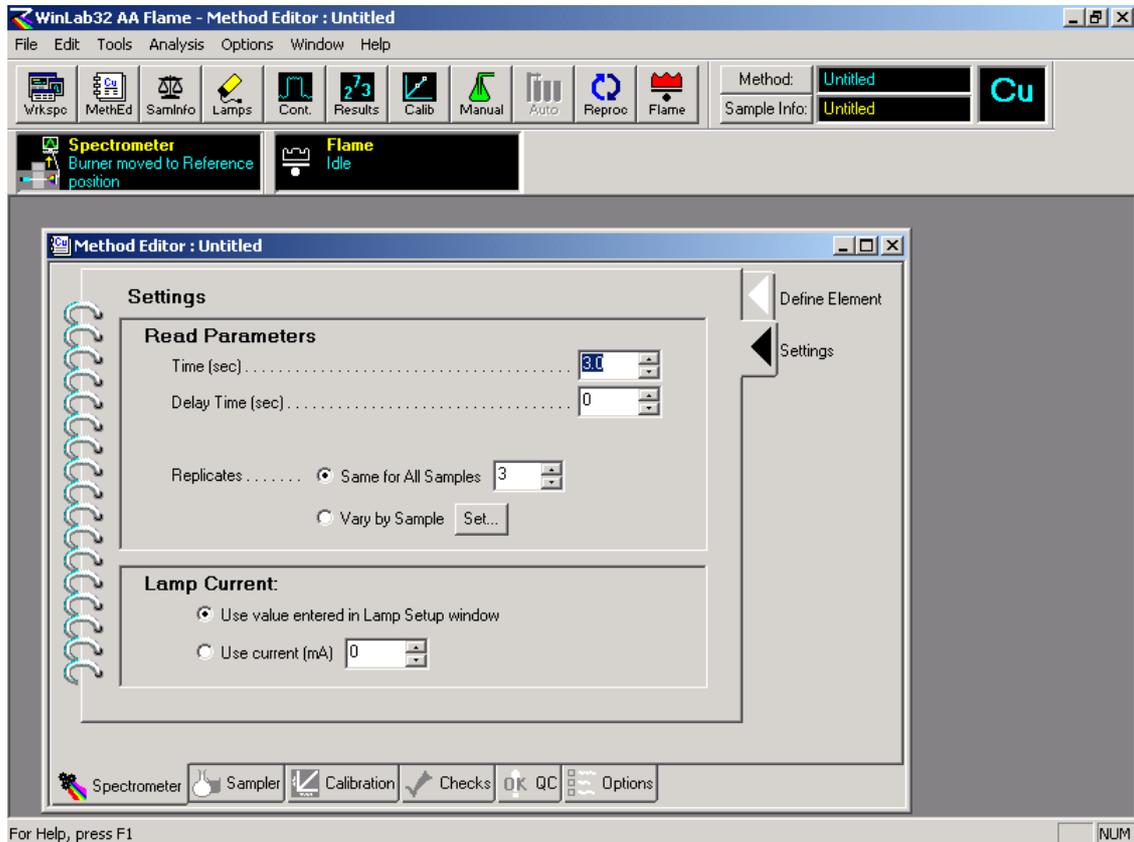

图 8. 读数及灯电流输入页面
1.2.5 在“Define Element”分页面中各项目的参数选定或设定完毕后,用鼠标器点击方法编辑画面右上方的“Setting”,软件进入到测量时间和灯参数设定画面,见图 8: